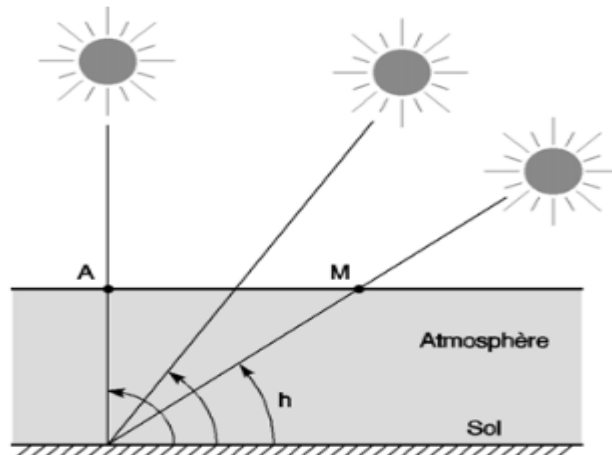

Figure 1 : Définition de l'Air Mass : $m = 1/\sin(h)$
-On voit bien sur la figure 1 que cet angle h détermine la distance parcourue par le soleil à travers l'atmosphère et donc les pertes engendrées.
Sur notre figure 1, $m = 1$ si le Soleil entre dans l'atmosphère au point A, et $m = 2$ s'il y entre en M, donc :